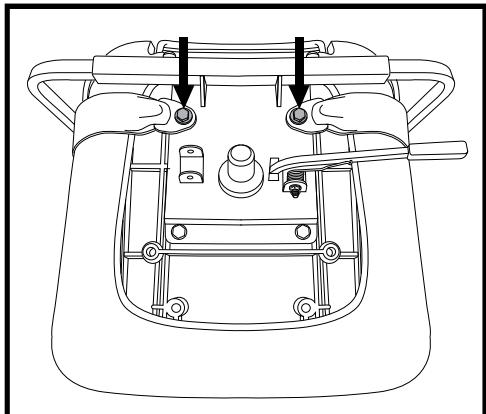

Figura 29. Bulloni per cinture di sicurezza
2. Posizionare la seduta a testa in giù per poter lavorare sulla base della seduta. Vedere figura 29.